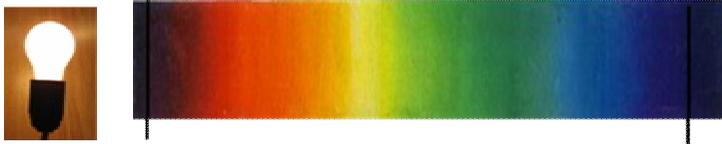

Рис. 8.3. Лампа накаливания и ее спектр испускания.
2.1 Установить на оптическую скамью источник в виде лампы накаливания (рис. 8.3). Рассмотреть ее непрерывный спектр в окуляр монохроматора.